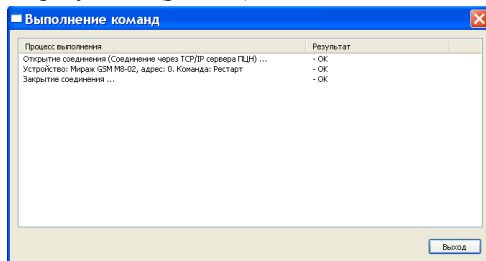

Рис. 32. Пример выполнения команды Рестарт устройства
*Выполнение команд*, в котором будет отображаться процесс выполнения команды *Рестарт устройства* и результат (рис. 32).